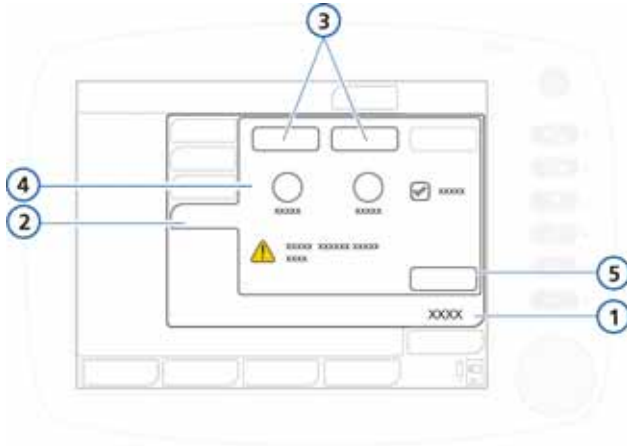

图 4-9. TRC 控件，用于气管内插管和气管切开插管
2. 要进行气管内插管补偿的设置，请触摸**气管内插管按钮**（图 4-9）。
3. 使用**管径按钮**和**补偿控件**，指定欲应用的插管直径（单位为 mm）和补偿百分比（%）（图 4-9）。